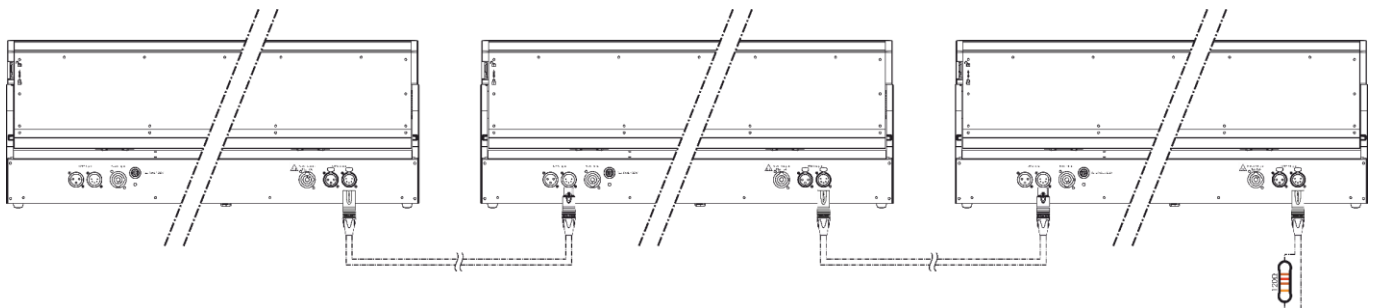

Fig. 08
- 02) Ripetere il passo 1 per collegare tutti i dispositivi come mostrato nella Fig. 08.